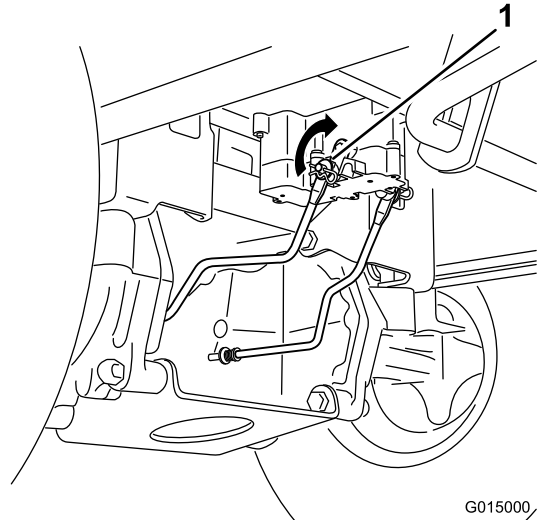

Figura 41
1. Individuate l'albero sul freno elettrico in cui sono collegati i bracci di attacco del freno (Figura 41).